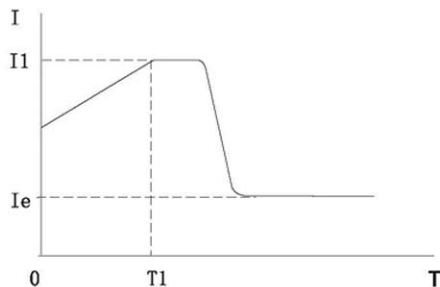

图 12-4-1
- ① 代码F9设置为4(电流斜波)起动模式图12-4-1为电流斜波起动模式的输出电流波形, 其中T1为代码F1设置的时间值。
- ② 电流斜波起动模式具有较强的加速能力, 适用与两极电动机, 也可在一定范围内缩短起动时间。